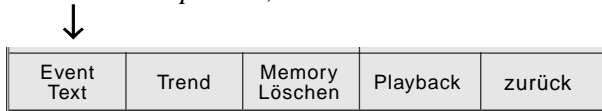

Bild 11-3. Memory-Menü
Es erscheint das Memory-Menü (Bild 11-3).
- Rufen Sie mit **F3** **Memory** das Memory-Menü auf (Bild 11-3).